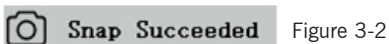

Figure 3-2
- L'écran affiche "Snap Succeeded", ce qui signifie que la photo a été prise avec succès. Ceci est illustré à la figure 3-2.